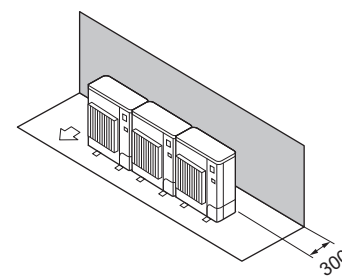

Fig. 2-13
- (1) Enbart hinder på baksidan (Fig. 2-13)